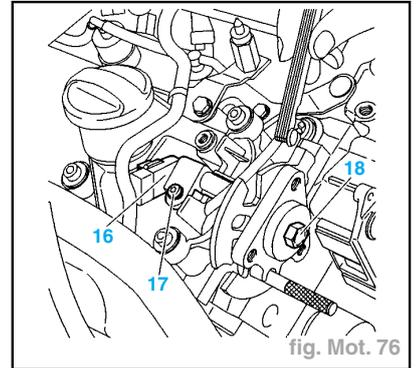

fig. Mot. 76
- Desserrer la vis (17) (fig. Mot. 76).
- Reculer le capteur position d'arbre à cames (16) à fond de boutonnières.
- Serrer la vis (18) à **4,3 daN.m** (immobiliser le pignon à l'aide de l'outil réf. **6016T**).